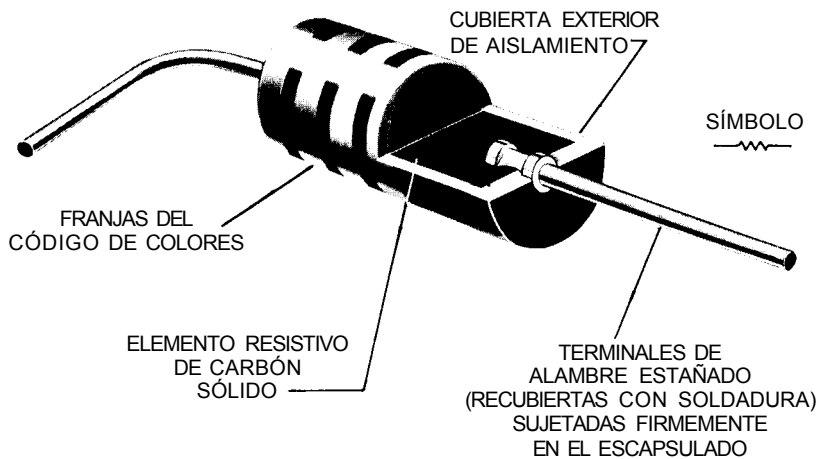

Fig. 8-2. Elementos principales de un resistor fijo de carbón (Allen-Bradley Company).
**Resistores de carbón.** El elemento resistivo en un resistor de carbón es principalmente el grafito o alguna otra forma de carbón sólido. El contenido de carbón se mide con extremo cuidado para proporcionar la resistencia correcta (Fig. 8-2) Estos resistores por lo general tienen valores de resistencia que van de 0.1 ohm a 22 megohms.